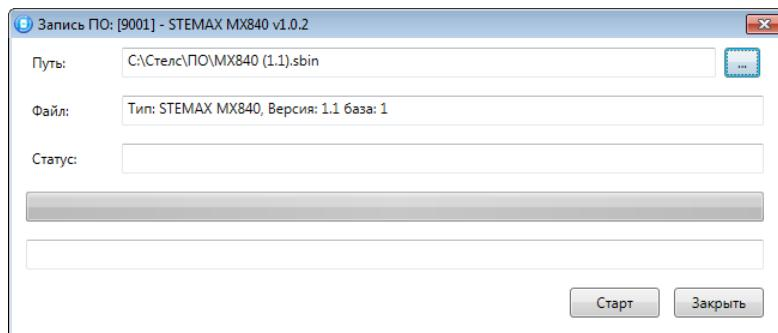

Рисунок 6.1 — Окно Запись ПО
2. В открывшемся окне *Запись ПО* (см. рисунок 6.1) укажите путь к файлу новой версии встроенного ПО контроллера на вашем ПК (файл имеет расширение **.sbin**) и нажмите кнопку *Старт*.
2. В открывшемся окне *Запись ПО* (см. рисунок 6.1) укажите путь к файлу новой версии встроенного ПО СКП на вашем ПК (файл имеет расширение **.sbin**) и нажмите кнопку *Старт*.